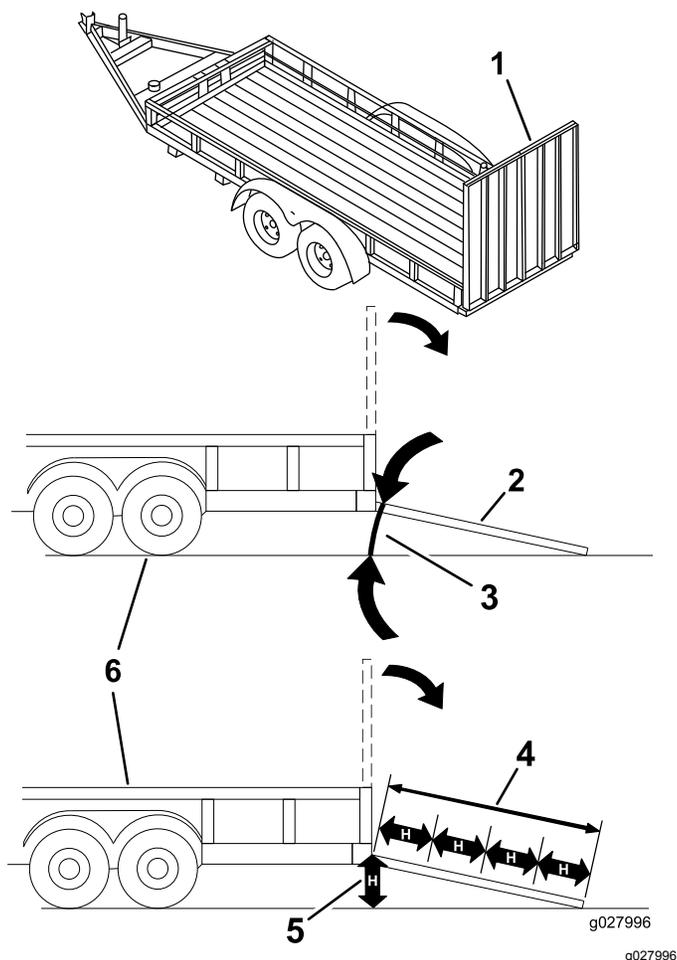

Рисунок 28
При погрузке машины на прицеп или грузовик повышается вероятность опрокидывания, что может привести к получению тяжелой травмы или гибели (**Рисунок 28**).
1. Опустите наклонный въезд, убедившись, что угол между наклонным въездом и поверхностью земли не превышает 15 градусов (Рисунок 28).